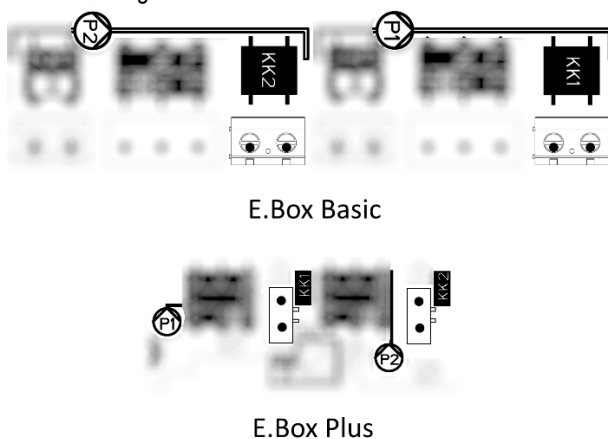

Abbildung 33: Eingänge Wärmeschutz KK
**Motorwärmeschutz:** die E.box hat einen Eingang für den Wärmeschutz jedes Motors. Wenn der verwendete Motor mit einem Wärmeschutz ausgestattet ist, kann dieser an die Klemmen KK angeschlossen werden. Ist kein Wärmeschutz vorhanden, müssen die Klemmen überbrückt werden. Für die Position der Klemmen siehe Abbildung 33.